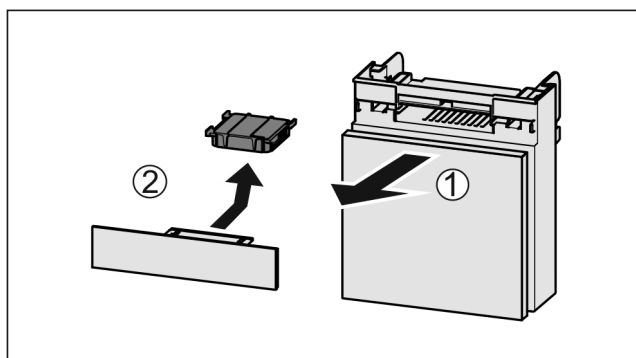

Fig. 69
- ▶ Extraire le compartiment par l'avant *Fig. 69 (1)*.
- ▶ Sortir le filtre à charbon actif *Fig. 69 (2)*.